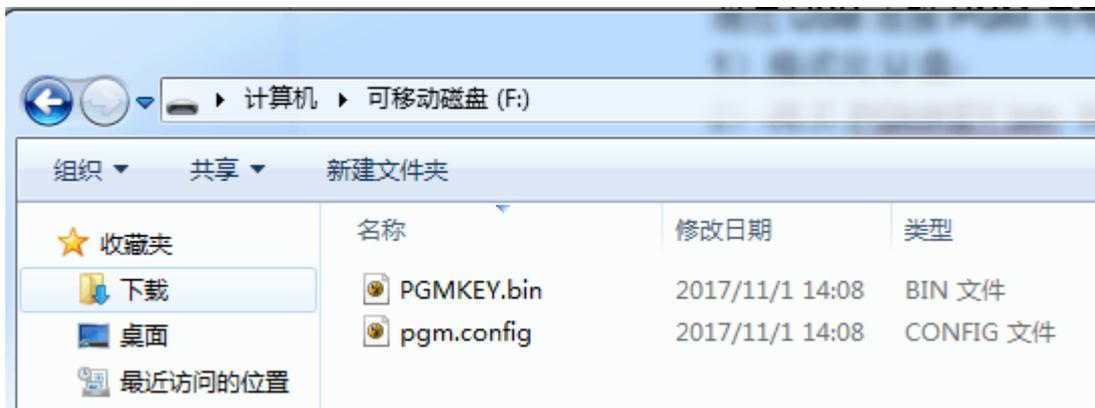
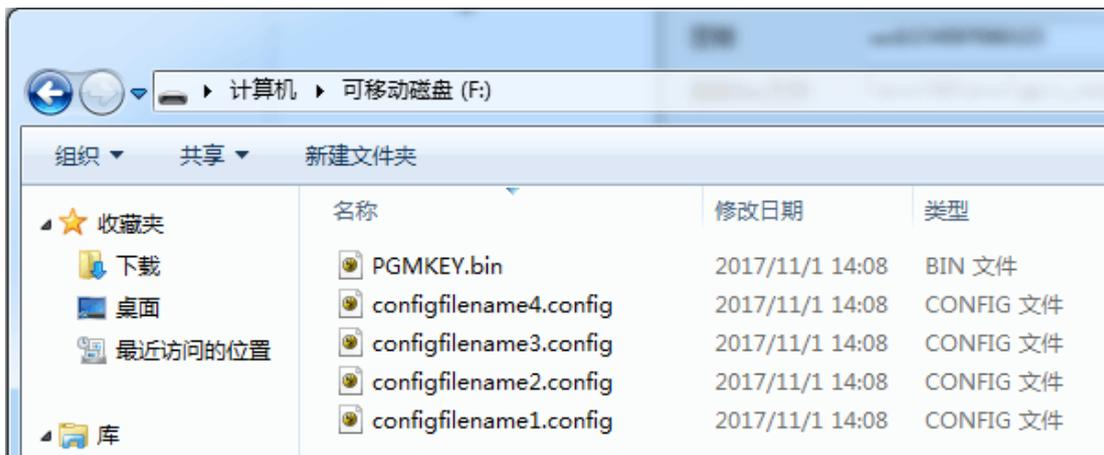

图 27 标准版拷贝文件
图 28 带屏版拷贝文件
- 2) 拷贝 PGMKEY.bin 和***.config 到 U 盘中,标准版编程器拷贝文件如图 27 所示。带屏版可拷贝多个配置文件到 U 盘中,如图 28 所示。